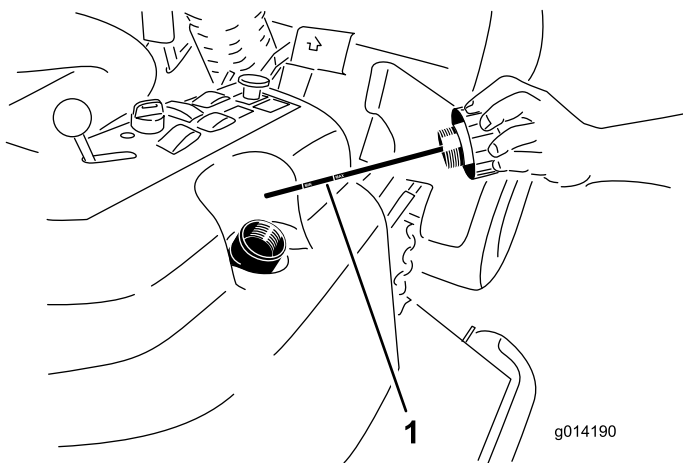

Figura 48
4. Retire el tapón de llenado de fluido hidráulico (Figura 48) del cuello de llenado.
5. Retire la varilla y límpiela con un paño limpio (Figura 48).
6. Introduzca la varilla a fondo en el cuello de llenado; luego retírela y compruebe el nivel del fluido (Figura 48).